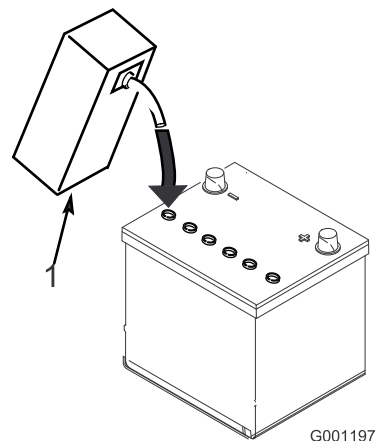

図 7
3. 各セルに慎重に電解液を満たす。電極板が 6 mm 程度水没するぐらいが適当（図 7）。
4. 電極板が液を吸収するまで20～30分間程度待つ。必要に応じて、電極板が6mm程度水没するぐらいに電解液を補充する(図 7)。